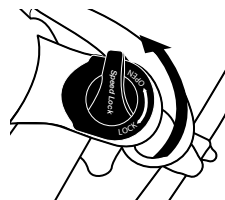

Figura 19.
- Per sbloccare una forcella ammortizzata ruotare la leva di blocco nella direzione indicata dalla freccia con la descrizione "OPEN" finché non si arresta (Figura 19).